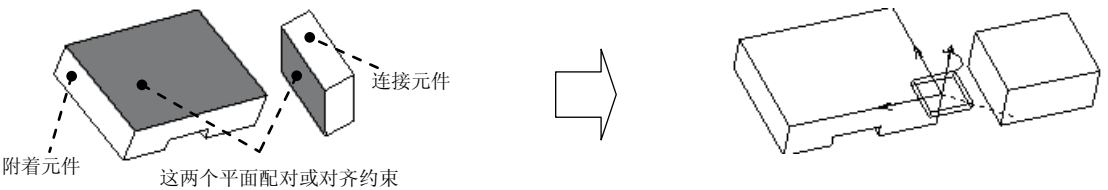
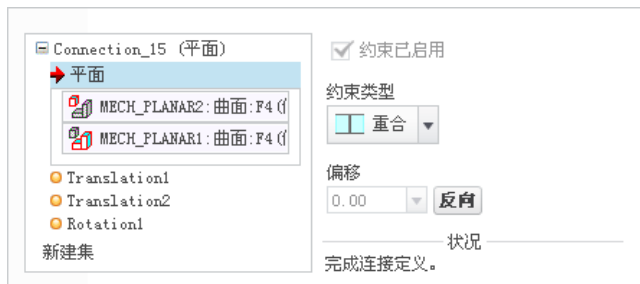

图 9.2.13 平面（Planar）接头
图 9.2.15 “平面”约束参考
平面接头如图 9.2.13 所示，在这种类型的接头中，连接元件既可以在一个平面内相对于附着元件移动，也可以绕着垂直于该平面的轴线相对于附着元件转动。
② 单击操控板菜单中的 放置 选项卡。
③ 定义“平面”约束。分别选取图 9.2.13 中的两个表面。 平面 约束的参考如图 9.2.15 所示。